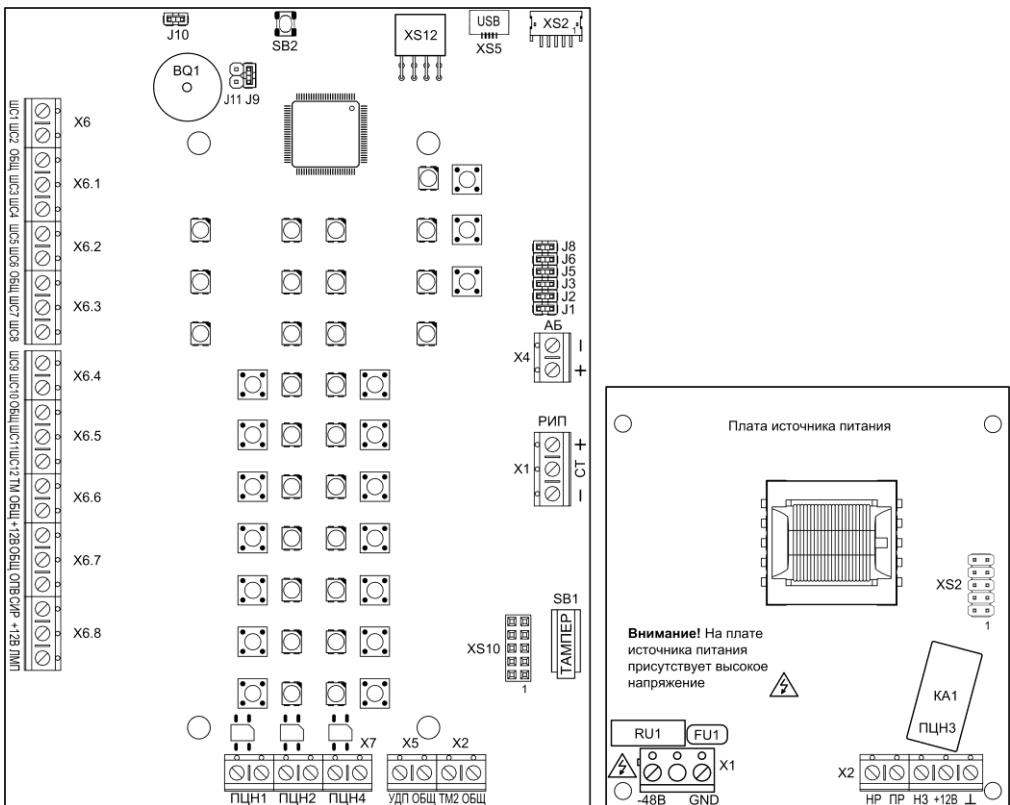

Рис.1 Внешний вид платы контроллера Гранит-12-48В и платы источника питания
Прибор состоит из корпуса и съёмной крышки. В корпусе расположены плата контроллера и плата источника питания (рис.1). На плате контроллера установлена панель индикации и управления (рис.2).
3.1 На плате контроллера (рис.1) расположены следующие элементы:
3.3 На плате источника питания (рис.1) расположены следующие элементы: